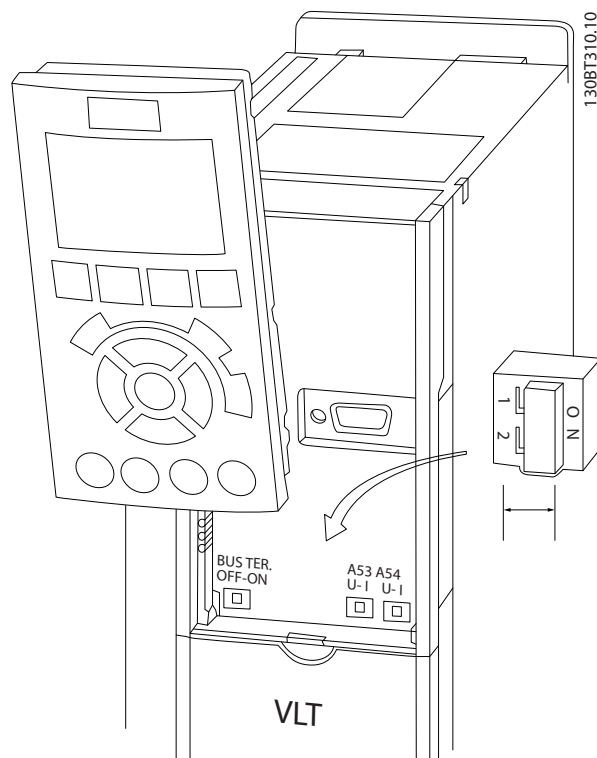

图 2.31 端子 53 和 54 开关及总线端接开关的位置
- 在拆下 LCP 后可以看到这些开关（请参阅图 2.31）。